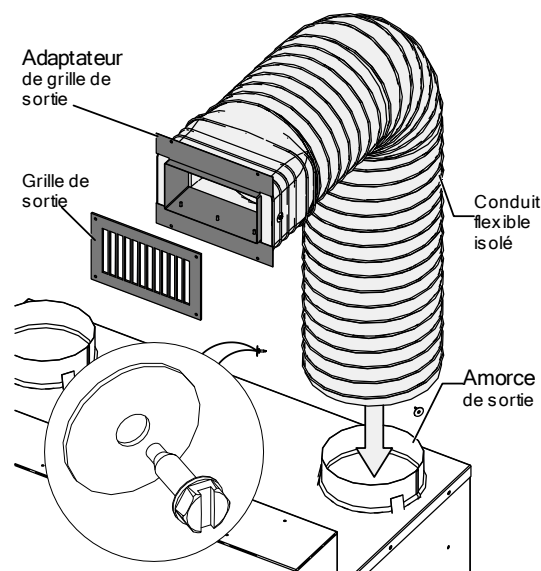

FIGURE 14 SORTIES D'AIR CHAUD DU SRC
Les sorties d'air chaud du SRC permettent de distribuer l'air qui est entrée par les entrées et qui s'est réchauffée en passant à l'intérieur du foyer. Les sorties d'air chaud du SRC consiste en deux conduits d'air flexibles isolés de 8" de diamètre et 5' de long avec chacun un adaptateur de sortie préinstallé ainsi que deux grilles de sorties 9 1/2" x 6" (voir Figure 14).
1. Installez la partie ronde du conduit flexible isolé sur l'amorce de sortie du SRC sur le foyer (voir Figure 14). Le conduit flexible isolé doit complètement couvrir la partie de l'amorce de sortie qui dépasse au-dessus du foyer. Utilisez trois des vis autotaraudeuses 1/2" avec trois rondelles plates fournies pour visser à travers le conduit flexible isolé afin de le fixer à l'amorce de sortie du SRC.